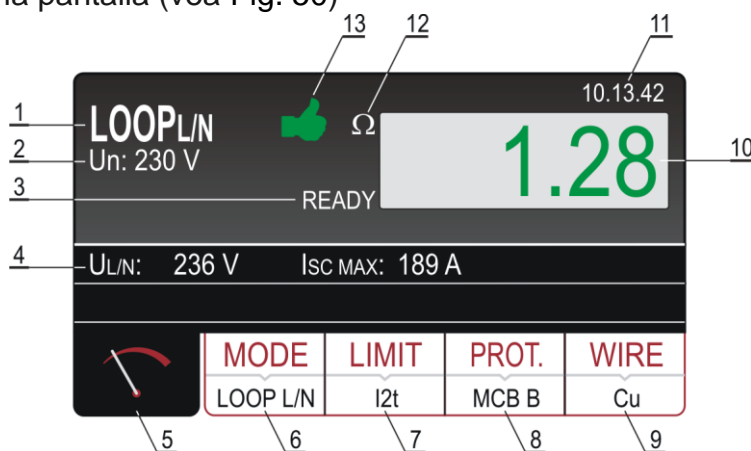

Fig. 50: Pantalla con el resultado de la prueba LOOP
9. Realice la medida pulsando el botón **START/STOP**. El resultado de la prueba se mostrará en la pantalla (vea Fig. 50)